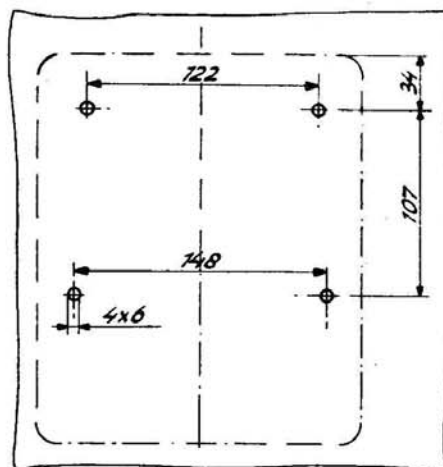

Fig. 4
- Au moyen de quatre vis. Les mesures sont indiquées sur la fig. 4.